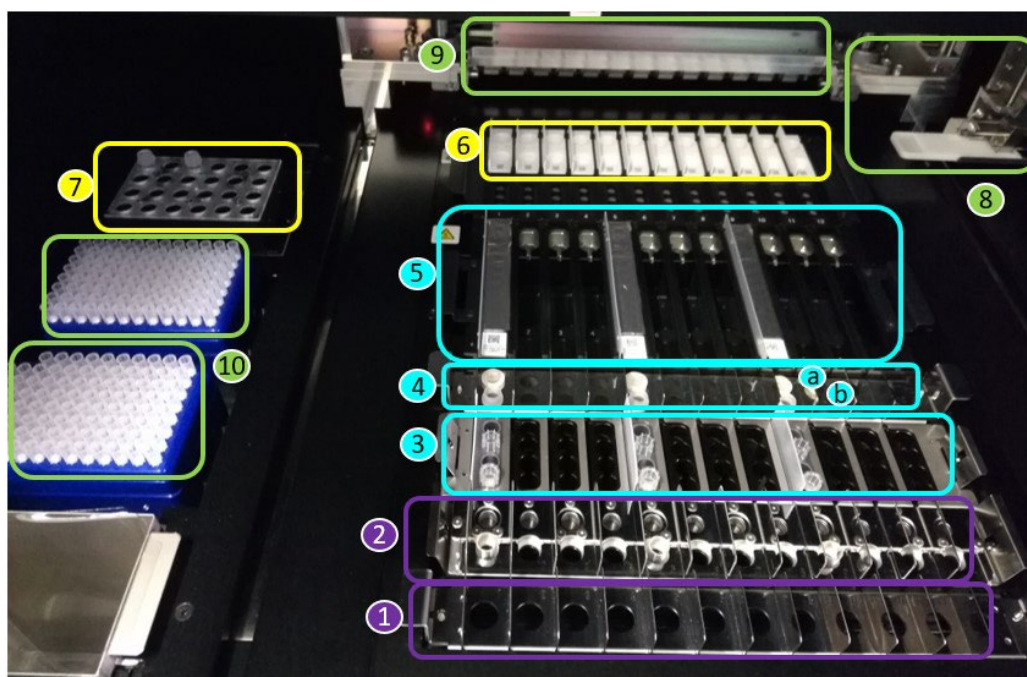

Figura 1: El área de carga del **ELITe InGenius**
En la figura 1 se muestra una visión general del instrumento **ELITe InGenius**.
En la figura 1 se muestra lo siguiente: posición del rack para probetas primarias (1), posición del rack para «Extraction Tubes» (tubos de extracción) (2), posición del rack de puntas (3), posición del rack para «Elution Tubes» (tubos de elución): probeta de DNase I + adaptador de probeta (a) y «Elution Tube» (tubo de elución) (b) (4), posición del rack para cartuchos de extracción (5) y posición del rack para cartuchos de PCR (6), posición del bloque de reactivos de PCR y del Internal Control (administrador de inventarios) (7), posiciones del dispensador de muestras y reactivos (8, 9), y de la caja de desechos (parte inferior izquierda) y de las puntas (10).
6. Para confirmar que se colocan suficientes reactivos para el número de pruebas seleccionado en la posición de administrador de inventarios 7 (consulte la figura 1 de la página 10), tal como se indica en la pantalla, haga clic en «Next» (Siguiente).
7. Coloque suficientes racks de puntas en la posición 10 (consulte la figura 1 de la página 10).
9. En la posición 6, coloque los «PCR Cassettes» indicados (consulte la figura 1 de la página 10).
11. En la posición 5, coloque los cartuchos de extracción indicados (consulte la figura 1 de la página 10).
13. En la posición 4, coloque el producto DNase I en el adaptador de probetas de DNase I (consulte la figura 1 de la página 10).
15. En la posición 4, coloque la cantidad de probetas de extracción indicada (consulte la figura 1 de la página 10).
17. En la posición 3, coloque la cantidad de cartuchos de puntas indicada (consulte la figura 1 de la página 10).
19. En la posición 2, coloque la cantidad de probetas de extracción indicada (consulte la figura 1 de la página 10).